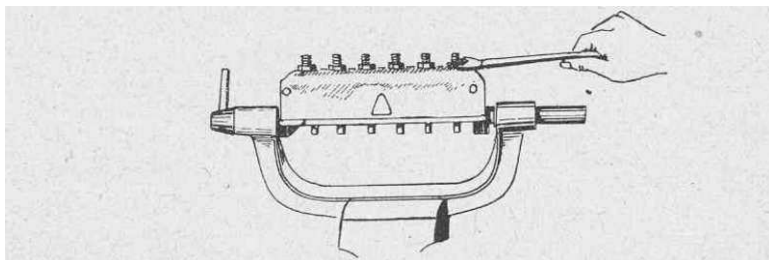

Bild 9 Rohranschlußschraube wird gelöst
1. Das Oberteil auf eine besondere Vorrichtung aufschrauben (PD 24 Matra) Bild 9